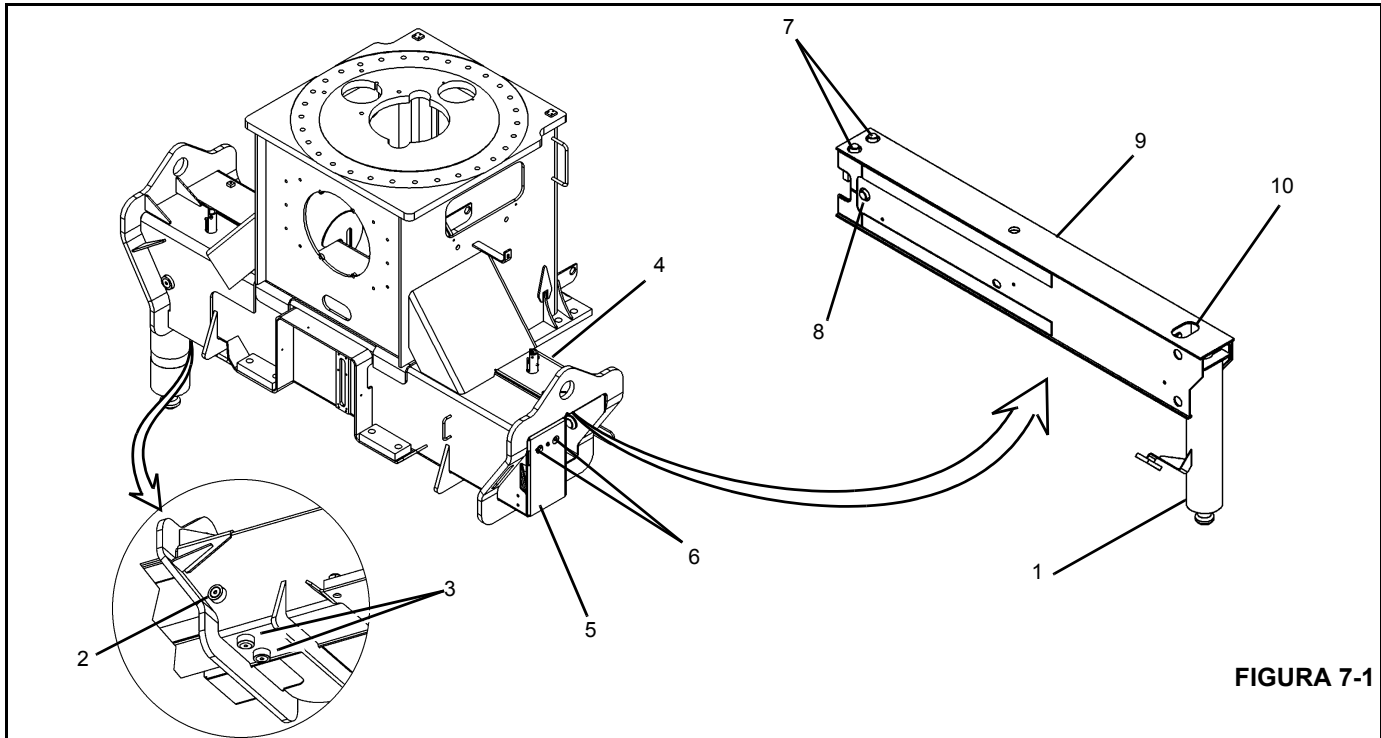

FIGURA 7-1
O conjunto do estabilizador dianteiro (Figura 7-1) consiste no seguinte:
7. Remova os parafusos de trava da placa de desgaste na parte superior da viga do estabilizador e recue as placas de desgaste superiores (7) (Figura 7-1).
3. Parafuse as placas de desgaste inferiores na caixa do estabilizador (Figura 7-1) e recue cerca de 1/2 volta para manter uma folga de 3,3 mm (0.13 pol.).
4. Parafuse as placas de desgaste laterais na caixa do estabilizador (Figura 7-1) e recue cerca de 1/2 volta.